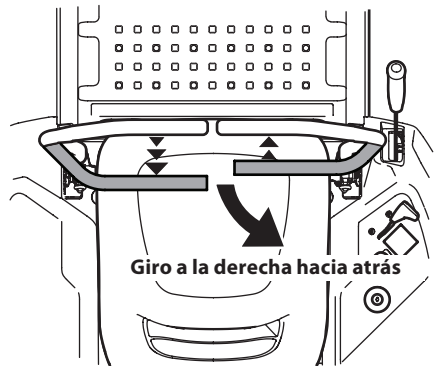

Figura 26
2. Para girar a la derecha mientras se desplaza marcha atrás, mueva la palanca de control del lado derecho hacia adelante respecto de la palanca de control de la transmisión izquierda. Consulte la Figura 26.